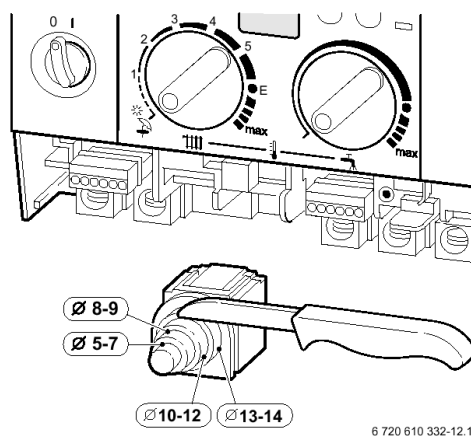

Figura 9
- ▶ Se trece cablul prin presetupă și se conectează, Figura 9 și 10.